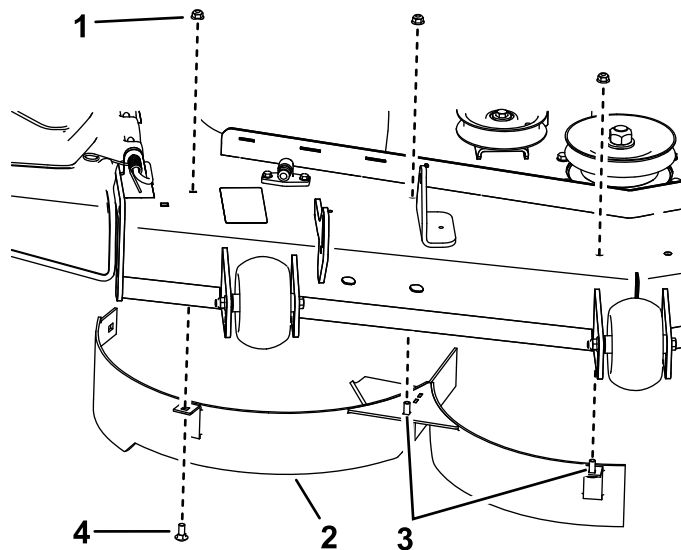

Bild 5
2. Fixez le déflecteur droit à l'aide d'un boulon de carrosserie (5/16" x 3/4") et de 3 écrous (5/16"), comme montré à la **Bild 5**. Serrez les fixations à la main.